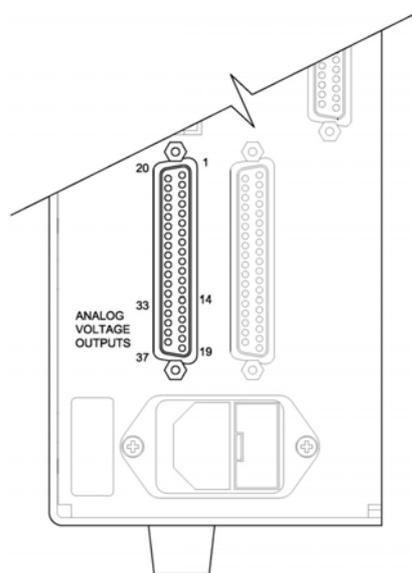

图 7-17 后板模拟电压输出引脚
1. 在被测试的模拟输出上连接一个量表。图 7-17 显示了模拟输出引脚，表 7-3 标识了相关的通道。
- 在被调节的通道上连接一个量表。图 7-17 显示了模拟输出引脚，表 7-3 标识了相关的通道。